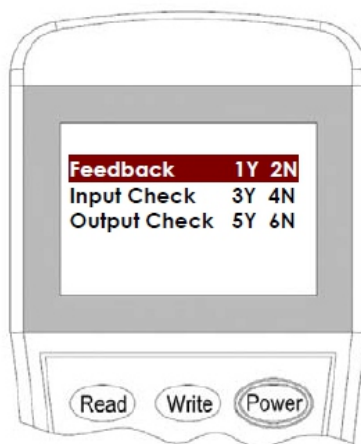

Figura 11
4. Insira “1” para modo feedback automático ou “2” para modo de feedback externo e pressione “Escrever” para alterar a configuração (Figura 11).